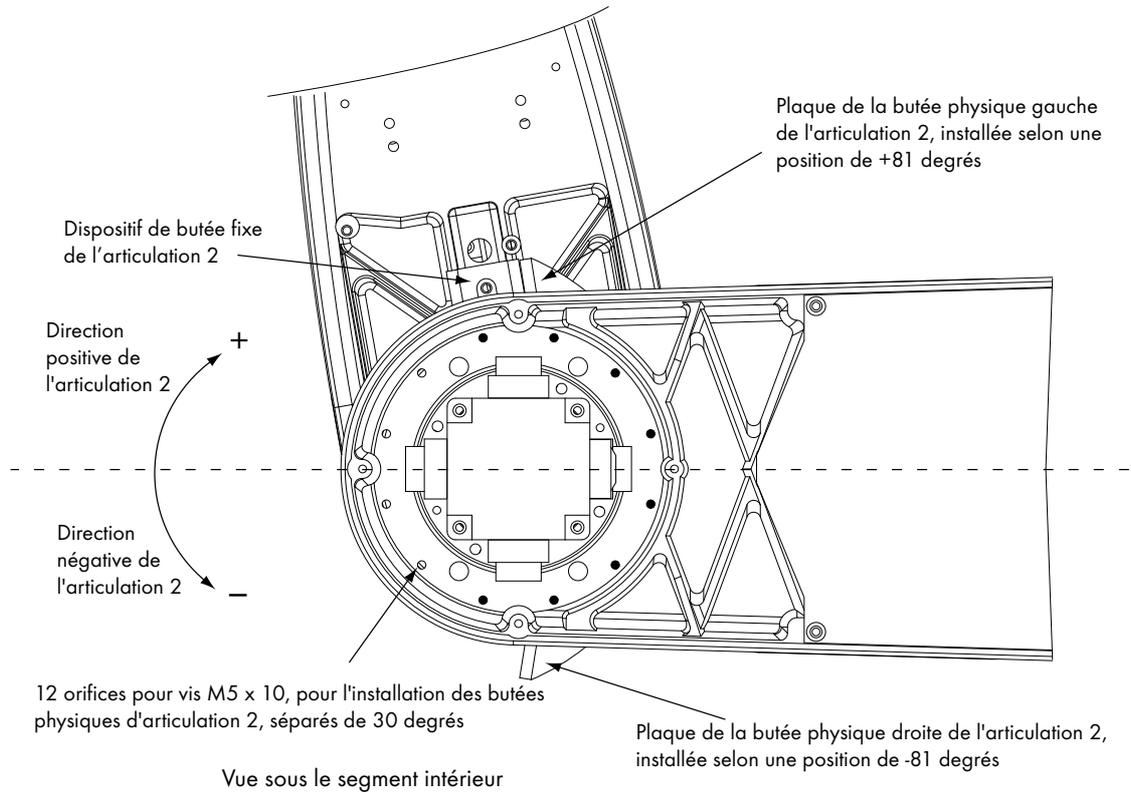

Figure 5.19 : emplacement des vis des butées ajustables d'articulation 2
1. Faites coulisser les deux plaques des butées ajustables dans l'espace entre les segments. Pour plus d'informations, voir la figure 5.17. En regardant le segment intérieur de bas en haut, alignez les orifices des plaques avec ceux du segment intérieur. Voir la figure 5.19, page 71.